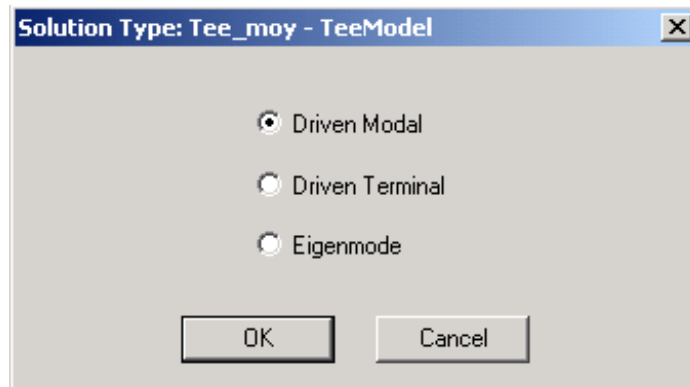

Рис. 6.2. Выбор типа решения задачи
2. В диалоговом окне **Solution Type**, выберите **Driven Modal**, и затем нажмите **OK** (рис. 6.2).